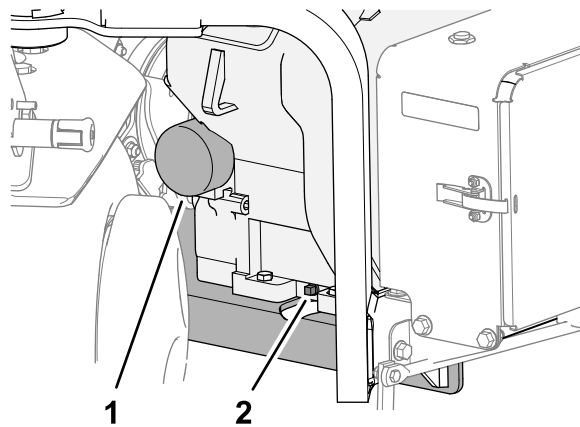

図 150
3. オイルドレンプラグの下に容器を置き、プラグを取り外す **図 150**。
1. フィルタの下に浅い廃油受けを置いてフィルタを外す 図 150。
6. ガスケットがアダプタ 図 150 に当たるまで手で回してフィルタを取り付け、そこから更に 1/2 回転増し締めする。